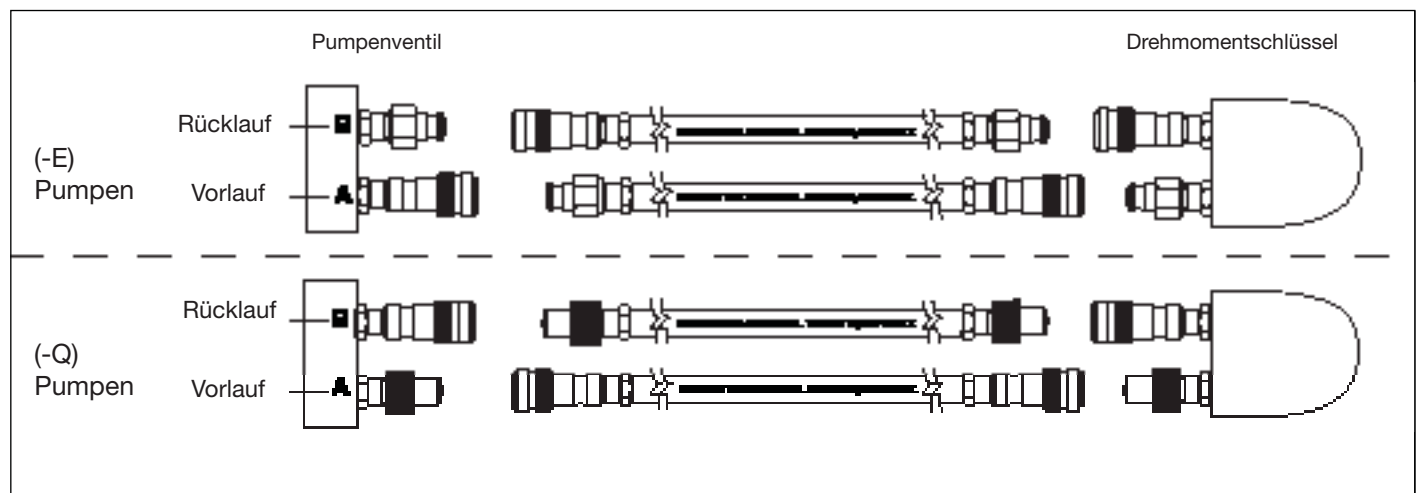

Abb. 5, Schlauchdetails
Schließen Sie die Schläuche wie in Abb. 5 dargestellt an.
2. (-Q) Pumpentyp für Enerpac S und W Drehmomentschlüssel und andere Marken: Verwenden Sie Schläuche, die mit „Enerpac THQ-700 series - 700 bar/10,000 psi max.“ gekennzeichnet sind. Für den ordnungsgemäßen Steckschlüsseinsatz müssen Kupplungen wie in Abb. 5 polarisiert sein. Stellen Sie vor Inbetriebnahme sicher, dass die Kupplungen vollständig eingerastet und angezogen sind. Teilweises Einrasten der Kupplungen verhindert ordnungsgemäßen Steckschlüsseinsatz.